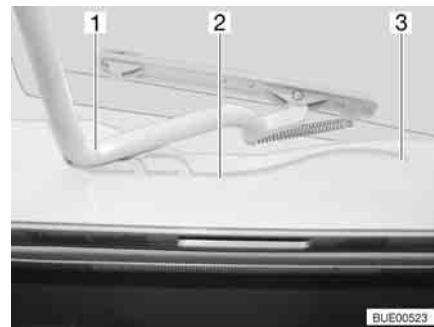

Fig. 70 Oblò Heki, guida
■ Tirare la staffa (Fig. 70,1) nelle guide (Fig. 70,2) fino alla posizione più all'indietro (Fig. 70,3).
Chiusura: ■ Spingere la staffa (Fig. 70,1) leggermente verso l'alto con ambedue le mani.
- Tirare la staffa nelle guide (Fig. 70,2) fino alla posizione desiderata.